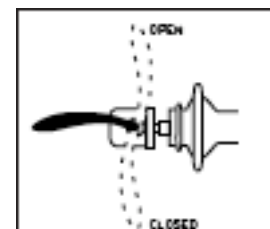

Figure 32 - Positions du levier
1. Placez le levier de fixation rapide en position OPEN (figure 32) et placez la roue de manière à ce qu'elle soit en contact avec l'intérieur des extrémités de la fourche.